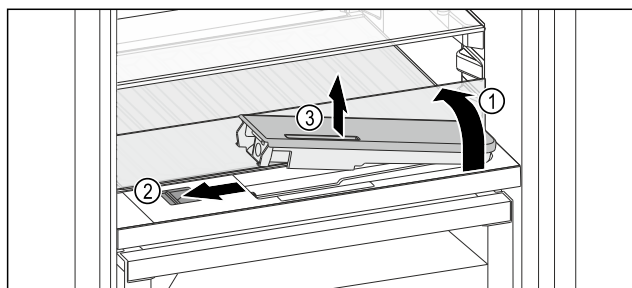

Fig. 194
- Підняти скляну панель і відкинути до упору назад Fig. 194 (1).
- Посуньте повзунок Fig. 194 (2) уліво.
- Вийняти бак для води Fig. 194 (3).